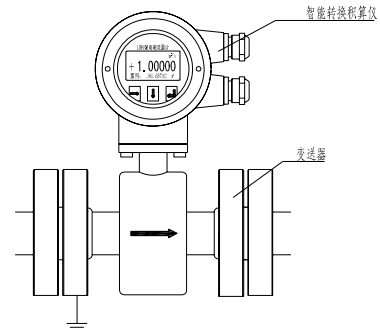

图 6-8 接地示意图
6.2.7 流量计壳体必须与大地相连，见图 6-8，否则对信号有较大干扰，会影响测量精度。